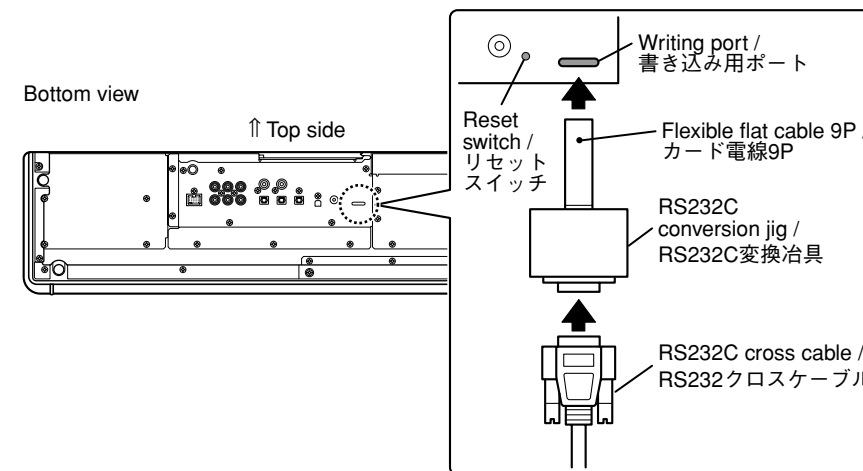

Fig. 1
2. Connect the writing port of the main unit to the serial port (RS232C) of the PC with RS232C cross cable, RS232C conversion jig and flexible flat cable as shown below. (Fig. 1)
3. While pressing the reset switch of main unit, connect the power cable to the AC outlet. (Fig. 1)
2. 本機の書き込み用ポートとPCのシリアルポート (RS232C) を下記のように接続します。(Fig. 1)
3. 本機のリセットスイッチを押しながら、電源コードをACコンセントに接続します。(Fig. 1)